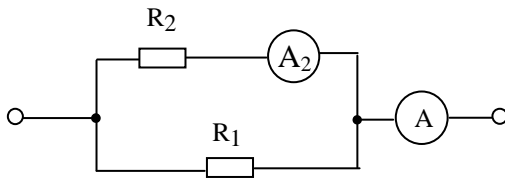

Рис.1.3.1.
1.3.1. Определить сопротивление R_2 (рисунок 1.3.1), если амперметр A_2 показывает 5 А, а амперметр A – 25 А, сопротивление $R_1=3$ Ом.